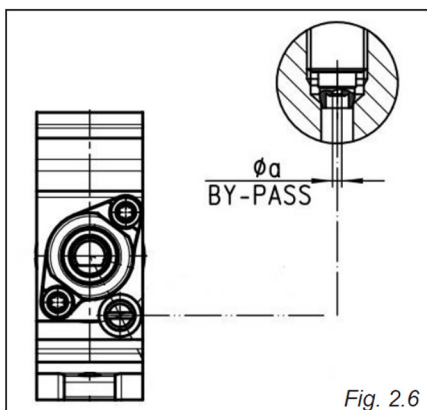

Fig. 2.6
la vite di regolazione del minimo è situata all'esterno del rubinetto (fig. 2.6).
- Sfilare la manopola del rubinetto e con un cacciavite a taglio agire sulla vite “A” (fig. 2.6) fino ad ottenere la fiamma desiderata.